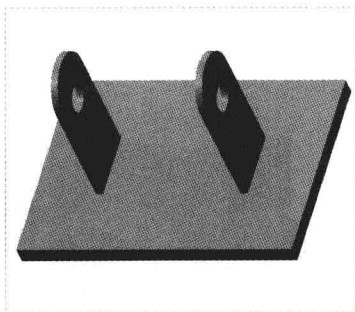

图 5-42 图形文件
Step 01 按【Ctrl+O】组合键，打开图形文件，如图 5-42 所示。